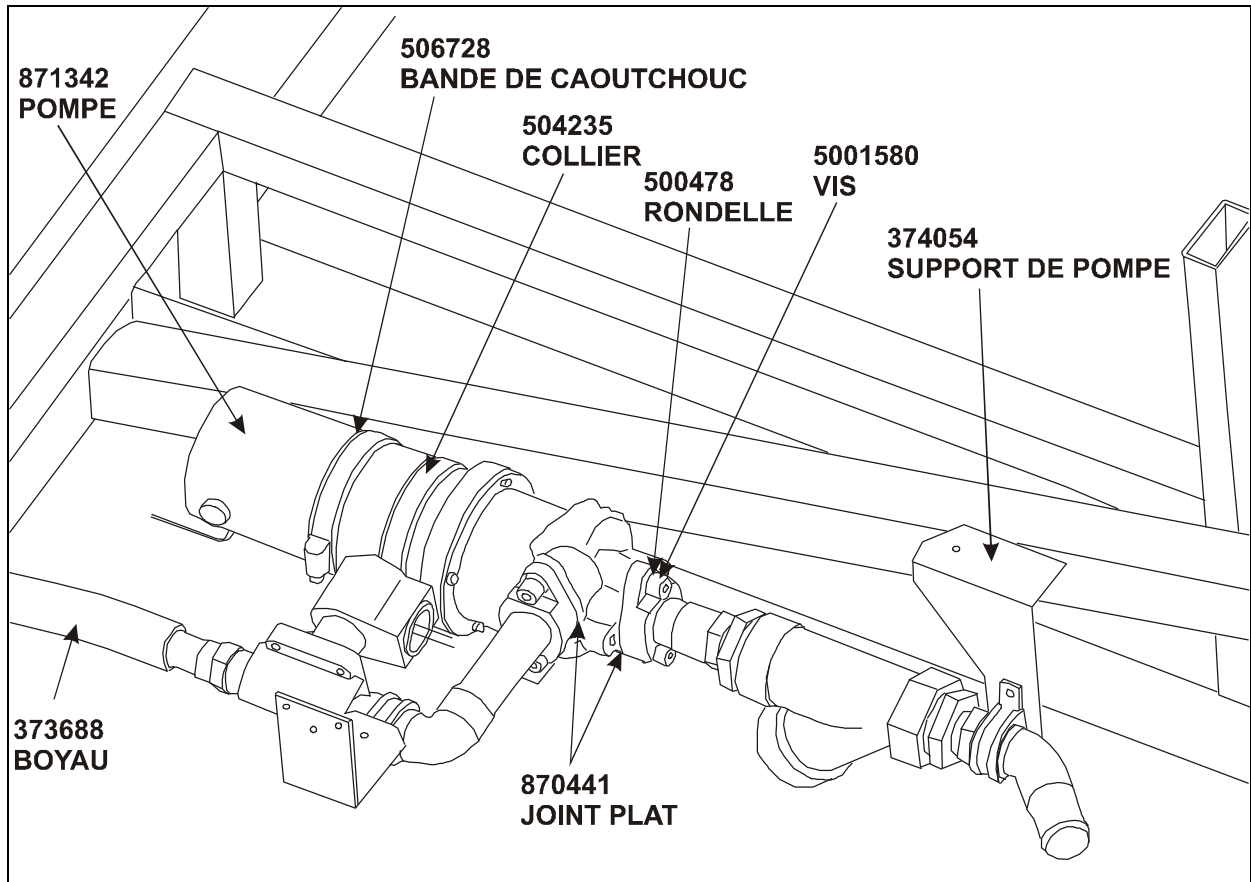

FIGURE 8
7. Installer le nouveau support (374054) près de la crépine sans trop serrer (voir figure 8).
11. Remplacer le boyau de sortie (373688) de l'électrovane (voir figure 8).